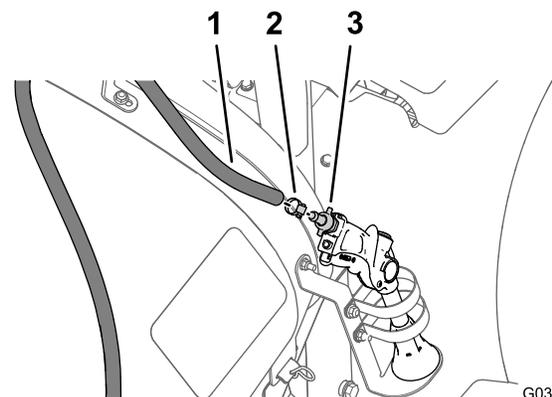

Figure 13
1. Retirez le collier qui fixe le flexible d'alimentation au raccord cannelé du pistolet-pulvérisateur (Figure 13).
2. Débranchez le flexible d'alimentation du raccord cannelé (Figure 13).